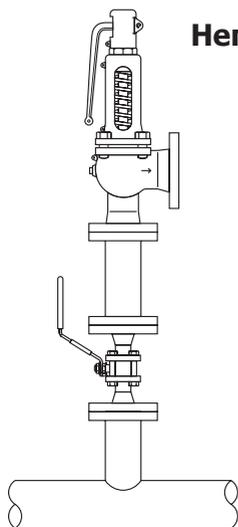

Рис. 4
4.2.3 Не должно быть никаких дополнительных клапанов или фитингов на трубопроводе перед предохранительным клапаном (рис. 4).